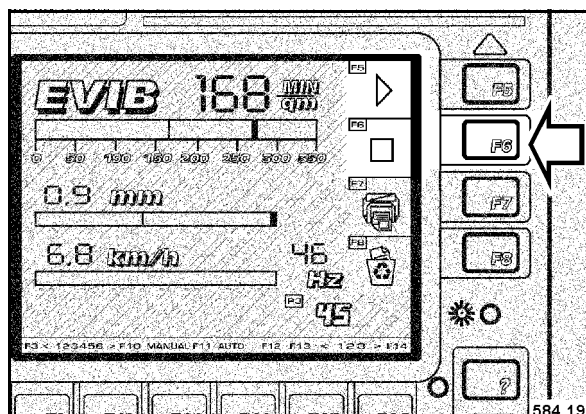

Fig. 94
- Al llegar al final de la pasada, marca 2, hay que pulsar la tecla F6 „STOP“ (Fig. 94).